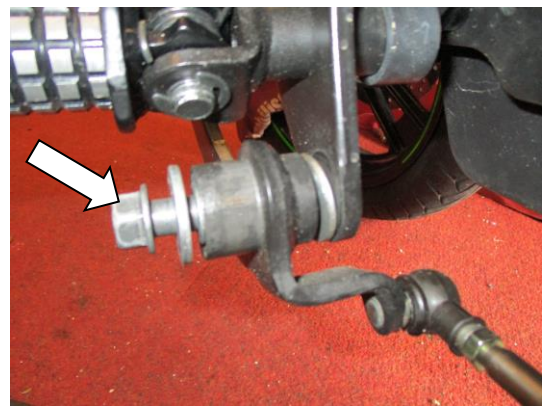

ABBILDUNG 2
- Entfernen Sie die Schraube, die in Abbildung 2 markiert ist.